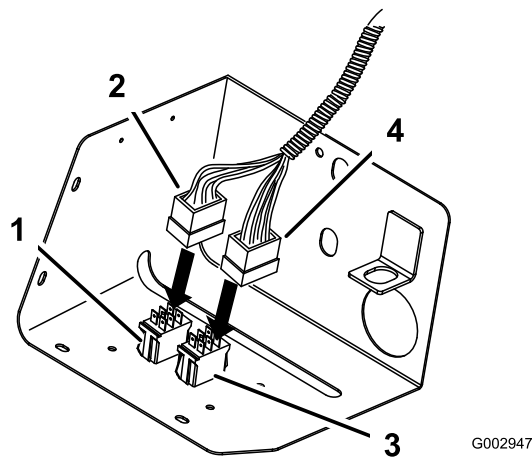

Figure 29
14. Connectez le connecteur comportant principalement des fils verts et jaunes au sélecteur de pulvérisation (interrupteur à bascule) (Figure 29).
15. Connectez le connecteur muni de fils multicolores à l'interrupteur de régulation de débit (interrupteur à rappel) (Figure 29).